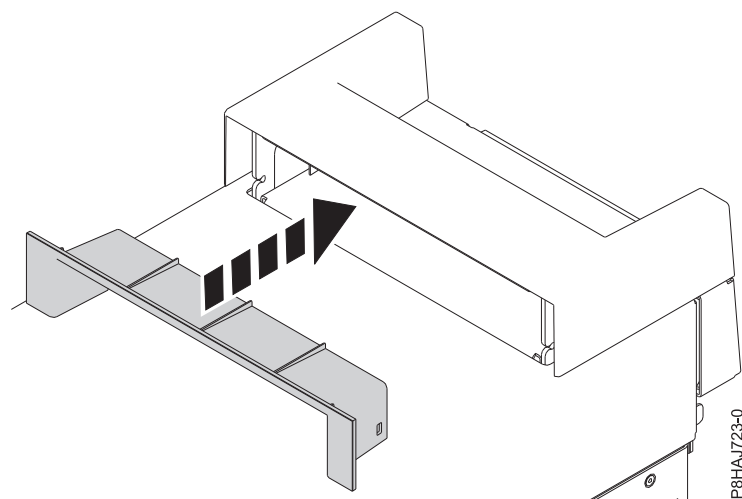

Figura 51. Inserir a peça na tampa da pega num sistema autónomo 8286-41A
2. Insira a peça na tampa da pega ao a empurrar firmemente para a tampa da pega conforme apresentado na Figura 51.